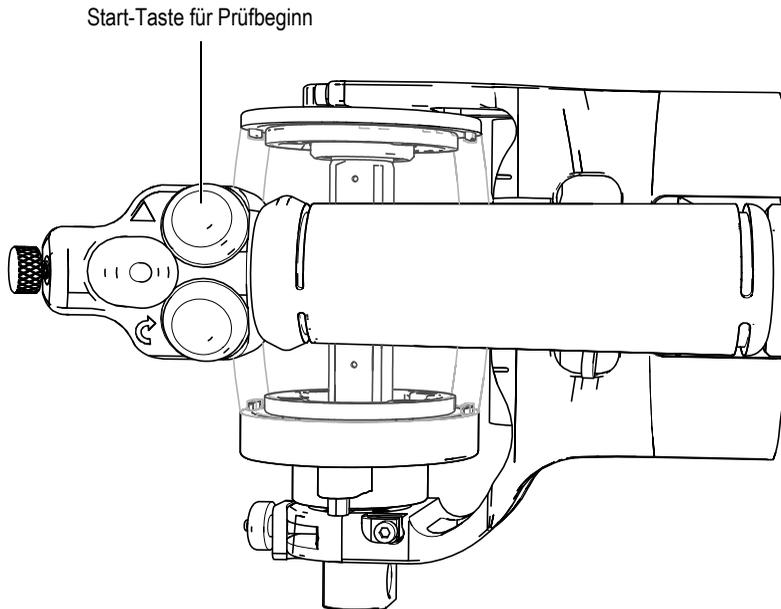

Abbildung 5-5 Start-Taste für den Prüfbeginn
8. Drücken Sie die Start-Taste für den Prüfbeginn oben am Griff des RollerFORM (Abbildung 5-5 auf Seite 74).